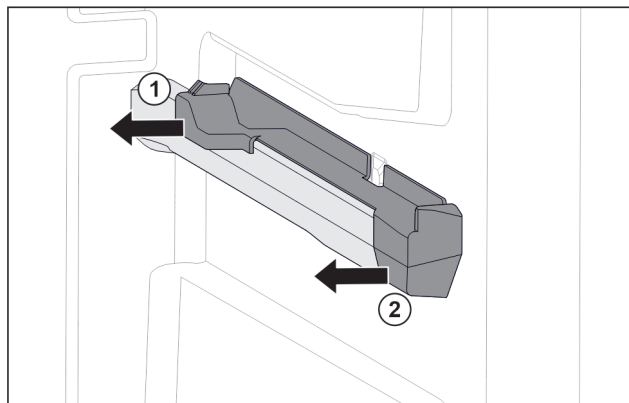

Fig. 41 Element nasadzany na prawym żebrze pojemnika
- Odciągnąć element nasadzany z tyłu w bok. Fig. 41 (1)
- Odciągnąć element nasadzany z przodu w bok. Fig. 41 (2)